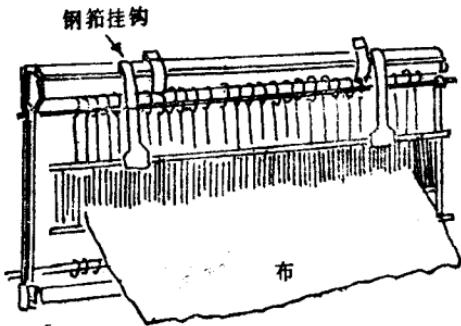

图2-3
(3) 为防止钢筘落下，可将钢筘移向综框，用挂钩挂在综框上，见图2-3。